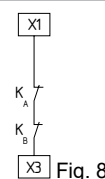

Fig. 8
**Automatic start (see Fig. 8)**